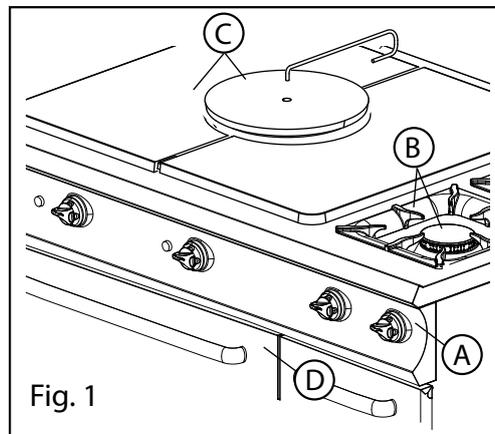

Fig. 1
- Chiudere il rubinetto di intercettazione a monte dell'apparecchiatura (Fig. 1);
- Chiudere il rubinetto di intercettazione a monte dell'apparecchiatura (Fig. 1).
- Sostituire l'iniettore pilota (Fig. 1) con quello corrispondente al gas prescelto secondo quanto riportato nella Tabella di riferimento.
- Svitare la vite di blocco (Fig. 1).
- Dove previsto impostare la distanza (X) mm della boccola corrispondente al gas prescelto (vedi Tabella Gas di riferimento).
- Con gli appositi strumenti, regolare l'apertura del foro pilota (Fig. 1) in modo da avere :
2. Asportare griglie, spartifiamma e bruciatori (Fig. 1/A bruciatore 5,5 / 7 kW - Fig. 1/B bruciatore 11 kW)
1. Smontare il cruscotto e le manopole (Fig. 1/A)
2. **Cucina:** togliere griglie e spartifiamma (Fig. 1/B)
Tuttapiastro 980: togliere disco centrale con l'apposito ferro di manovra e le piastre laterali (Fig. 1/C).
Forno: aprire la porta (Fig. 1/D).